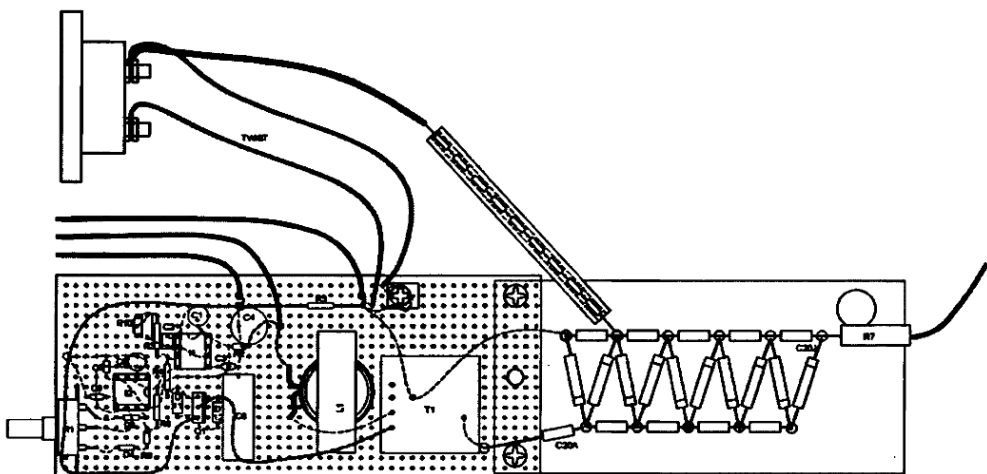

Рис. 1.6. Соединения проводом на платах и внешние подключения
6. Подсоедините внешние провода, как показано выше. Конструкция искрового разрядника, изготовленного из кусков провода #20, показана на рис. 1.6. Это предотвращает повреждение компонентов схемы от высокого напряжения при использовании соединений с малой нагрузкой или без нее. Схема не предназначена для работы при длительном разряде и при его возникновении индицирует отсутствие нагрузки или слишком малую нагрузку. Тщательно проверьте правильность соединений и качество паяк. Избегайте проволочных перемычек, замыканий, близкого расположения с другими компонентами схемы. Если проволочная перемычка неизбежна, надевайте на нее кембрик во избежание возможного замыкания.